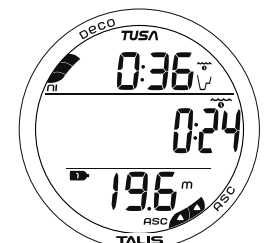

Abb. 57 - NULLZEIT-HAUPTDISPLAY
**Nullzeit-Hauptdisplay**, Informationen beinhalten (Abb. 57):